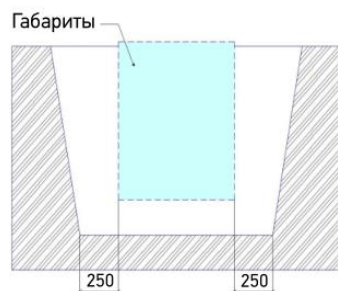

Рис.1
2. Подготовка котлована. Котлован под установку изделия (рис.1) имеет габариты в плане на 250 мм шире изделия с каждой стороны для обеспечения возможности выполнения работ по оборудованию станции.